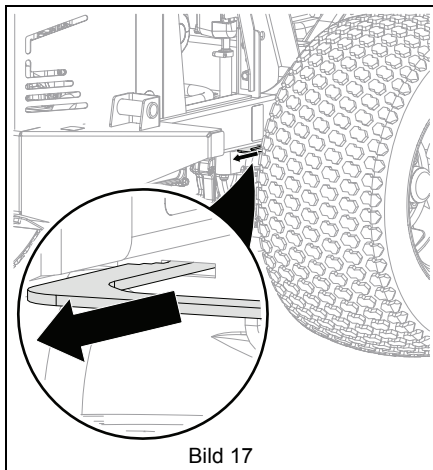

Bild 17
2. Dra båda transmissionsaxels-huntspakarna till shuntläget. Se Bild 17.